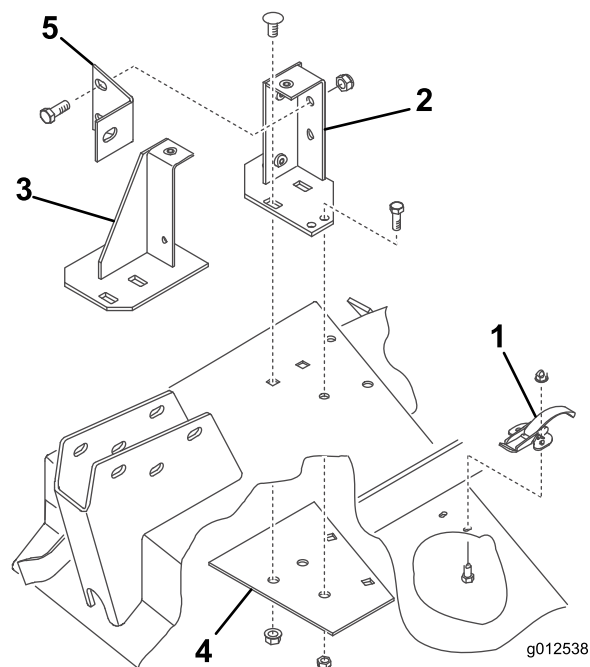

Figure 9
- Retirez les fixations qui maintiennent la fermeture à ressort du couvercle droit sur le côté droit du plateau de coupe (Figure 9). Déposez et conservez le verrou pour une prochaine utilisation avec le couvercle droit.
- Placez le ventilateur et les supports de fixation sur le plateau, en alignant les trous de montage et les trous utilisés précédemment pour monter le déflecteur d'herbe. La Figure 9 montre le ventilateur déposé des supports. Veillez à maintenir un espace suffisant entre le ventilateur et le plateau de coupe.
- Placez le nouveau renfort sous le plateau de coupe en alignant les trous de montage et les trous utilisés précédemment pour monter le déflecteur d'herbe (Figure 9).
- Fixez les supports avant et arrière ainsi que le renfort sur le plateau au moyen de 2 boulons de carrosserie (3/8 - 16 x 7/8 po) et écrous à embase retirés précédemment (Figure 9). La tête des boulons doit se trouver au sommet du plateau de coupe.
- Fixez les supports et le renfort sur le plateau de coupe au moyen des boulons (5/16-18 x 3/4 po) et contre-écrous (Figure 9). La tête des boulons doit se trouver au sommet du plateau de coupe.
- Fixez le raidisseur sur le support arrière à l'aide de 2 boulons (3/-16 x 1 po) et contre-écrous (Figure 9, et sur le bras pivotant à l'aide d'un boulon (3/8-16 x 1 po).